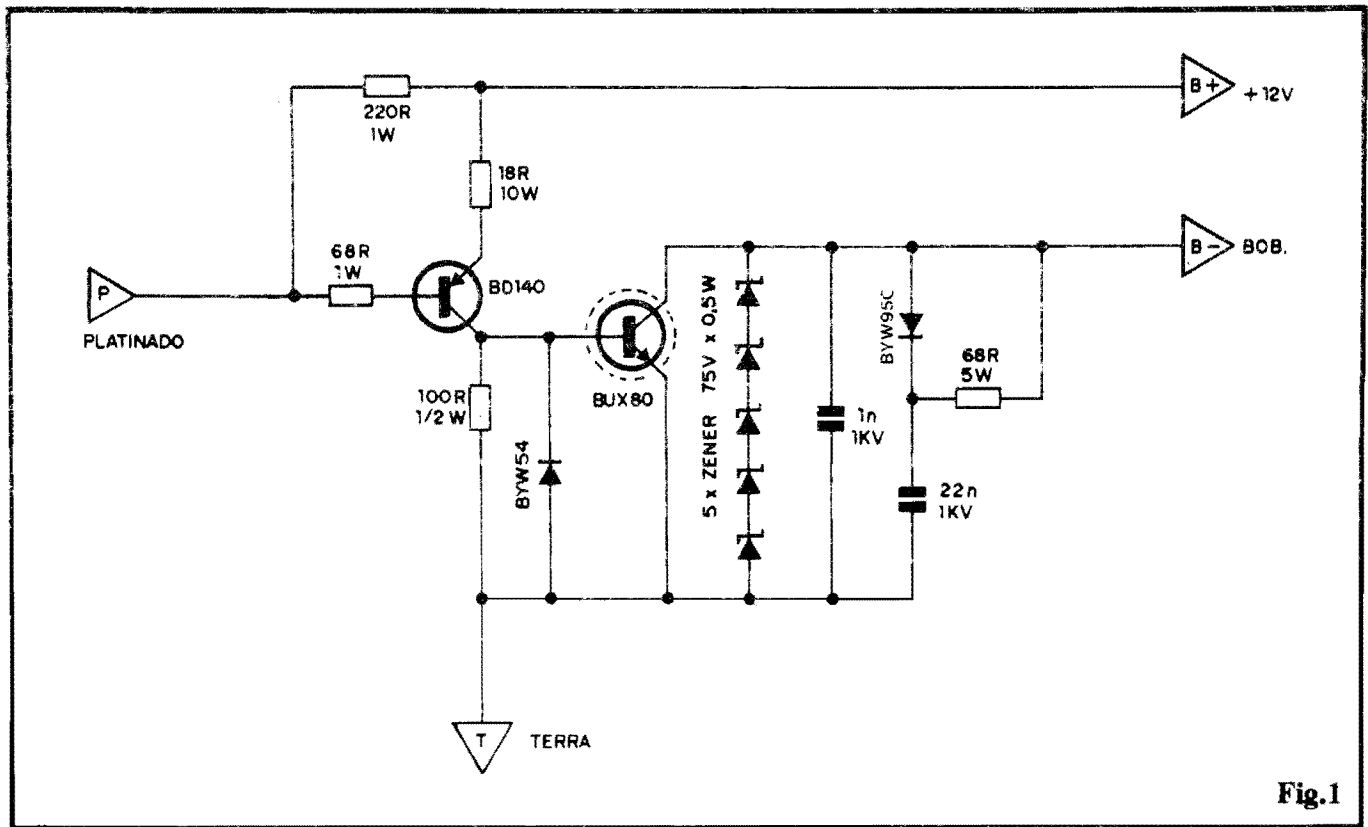

Fig.1
- FIG. 1 - DIAGRAMA ESQUEMÁTICO DO CIRCUITO - No "miolo" do circuito, temos os dois únicos componentes ativos do conjunto, os transistores, dispostos em acoplamento direto (coletor do BD140 diretamente excitando a base do BUX80...) e formando, com o auxílio dos resistores de polarização, um poderoso (em termos de ganho de Corrente...) amplificador... Graças a esse enorme fator de amplificação, a Corrente de "aterramento" do platinado convencional, usada na excitação da base do PNP (BD140) situa-se em valor muito pequeno (se comparada à velha" Corrente convencionalmente chaveado pelo dito platinado...). Dois diodos, um "super-zener" (feito com 5 zeners de 75V, "empilhados"...) e dois capacitores (1n e 22n) se encarregam de "defender" ambos os transistores de eventuais "excessos" ou transientes de Tensão (que normalmente ocorrem em circuitos do gênero, que chaveiam carga indutiva sob elevada Corrente...). O percurso **coletor/emissor** do transistor de alta Potência (BUX80) faz, na saída do conjunto, o "papel" de